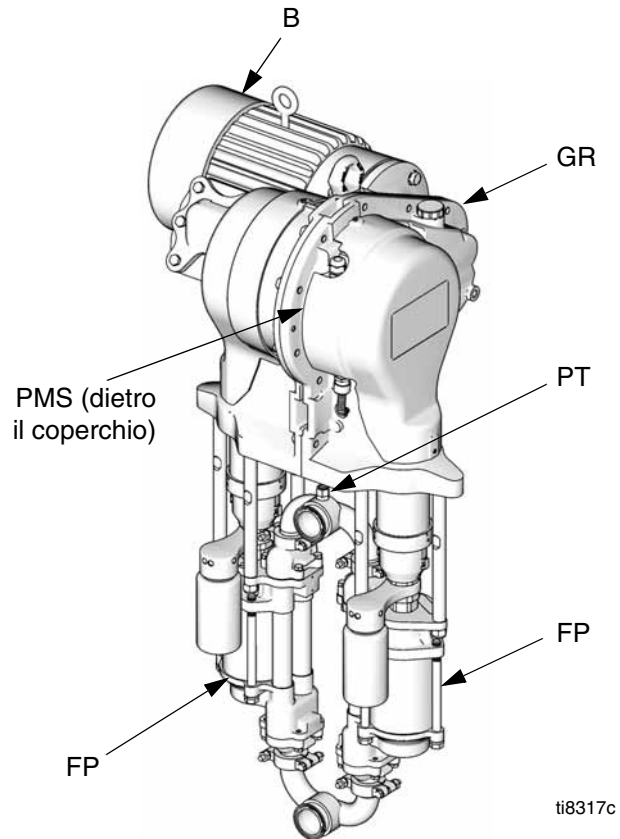

FIG. 1: E-Flo Pompa a circolazione elettrica
Un motore elettrico (B) fornisce l'ingresso al riduttore a ingranaggi 75:1 (GR), che aziona le due pompe per fluido (FP). Vedere FIG. 1. Le posizioni di corsa delle due pompe sono sfasate, per ottenere una portata elevata dal gruppo pompa. Vedere FIG. 2.